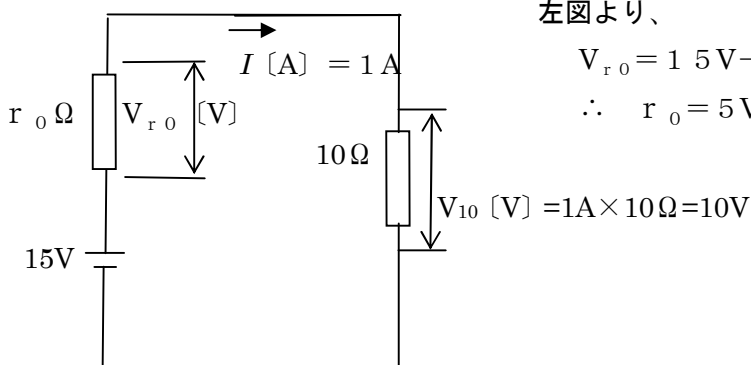

図 19-2-2
- ③ b 図を図 19-2-2 のような等価回路に表わされる。